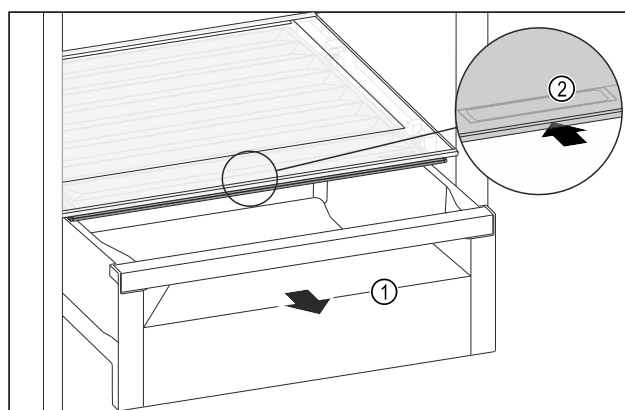

Fig. 122
- Retirer le tiroir Fig. 122 (1).
- Saisir la poignée encastrée Fig. 122 (2) du couvercle du compartiment et pousser le couvercle du compartiment vers l'arrière.